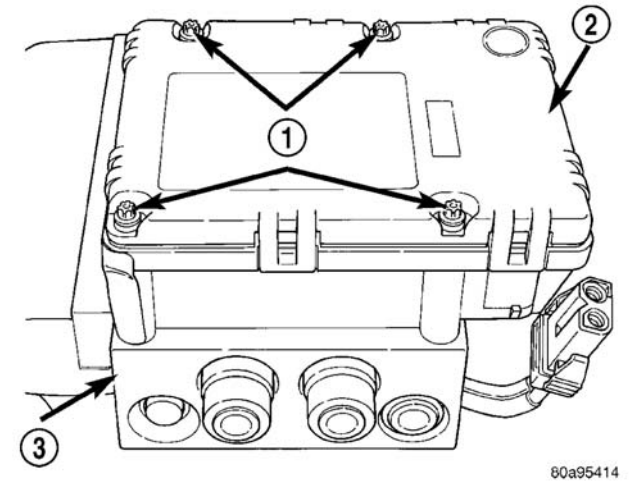

图 23 CAB 固定螺栓（典型形式）
- （3）卸下将 CAB 固定到 HCU 的 4 个螺栓（图 23）。
- （2）安装将 CAB（图 23）固定至 HCU 的 4 个螺栓。将 CAB 固定螺栓拧紧至 $2\text{ N} \cdot \text{m}$ （17 in.lbs.）的扭矩。